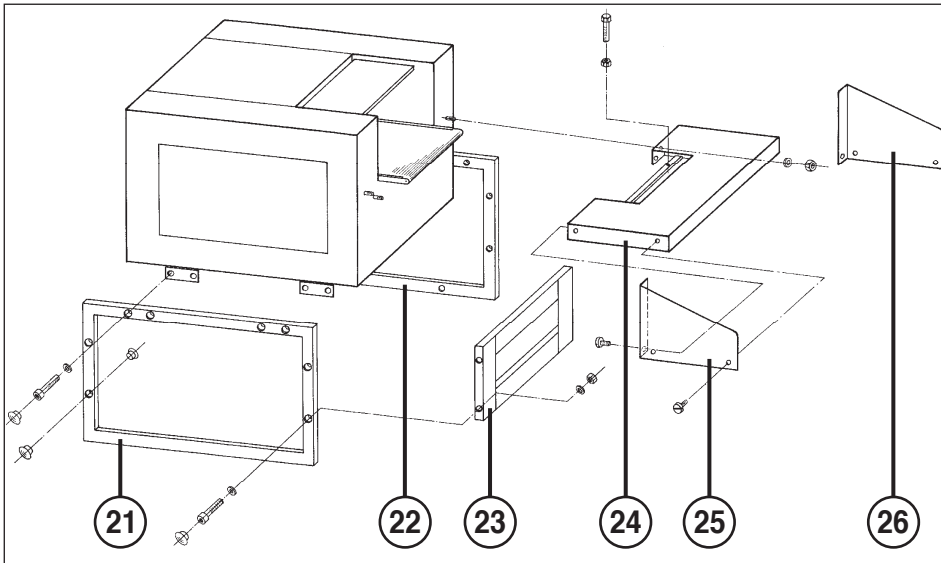

fig. 1
MONTAGE DES ÉQUERRES DE PROTECTION (fig. 1):
MONTAGE DU BÂTI (fig. 1 et 2):
MONTAGE DE LA TABLE (24) (fig. 1):
- 21 = Cadre gauche (fig. 1 et 2)
- 22 = Cadre droit (fig. 1)
- 23 = Tôle intermédiaire (fig.1 et 2)
- 24 = Table (fig. 1)
- 25 = Équerre de protection gauche (fig. 1 et 2)
- 26 = Équerre de protection droite (fig. 1)